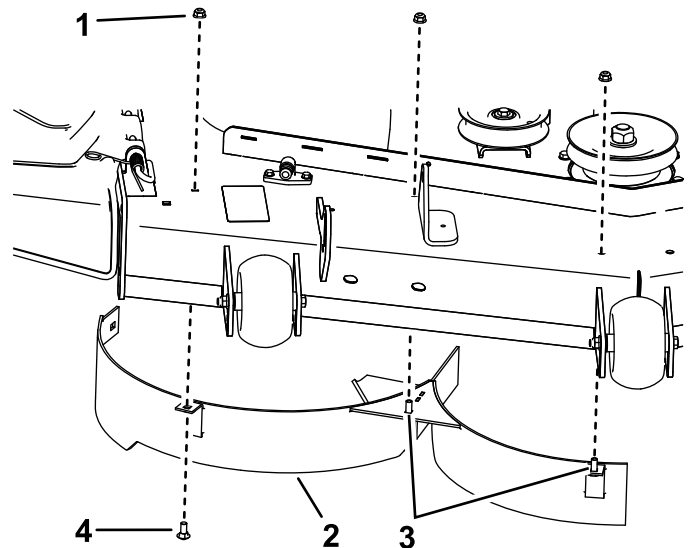

Figure 5
2. Befestigen Sie das rechte Ablenkblech mit einer Schlossschraube (5/16" x 3/4") und drei Muttern (5/16"), wie in Figure 5 dargestellt. Ziehen Sie die Befestigungen handfest an.